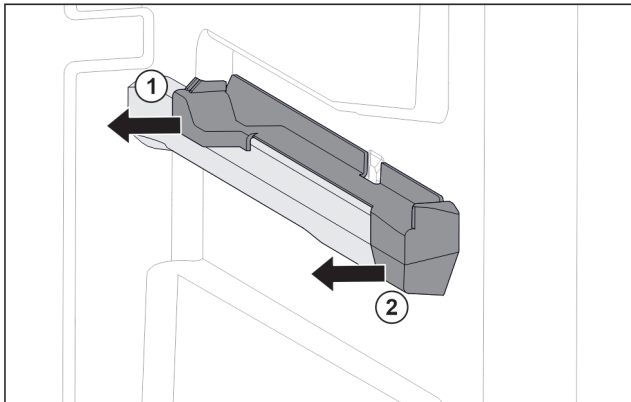

Fig. 122 Pieza de acoplamiento en la nervadura para recipientes derecha
- ▶ Retire la pieza de acoplamiento por detrás lateralmente. Fig. 122 (1)
- ▶ Retire la pieza de acoplamiento por delante lateralmente. Fig. 122 (2)